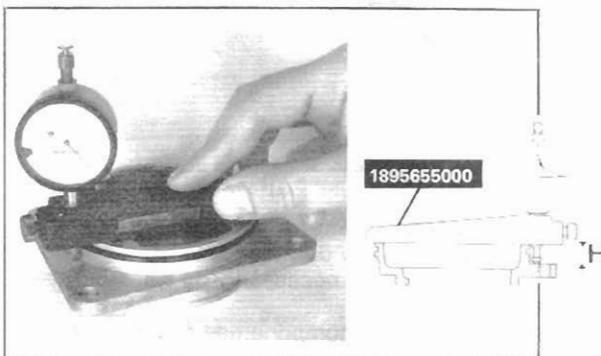

Fig.107 — Medição da dimensão "H"
- Medir com o auxílio do comparador montado num suporte atrás referido, a dimensão "H" na tampa, entre a face de apoio no rolamento e a face de apoio na caixa (fig.107).